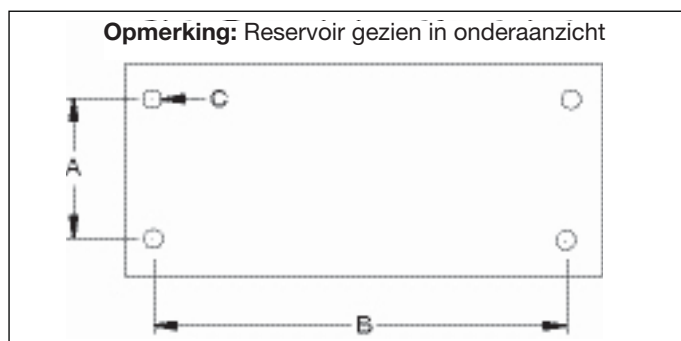

Figuur 2, ZU4 Ontluchttingsinstallatie
4.1 Ontluchttingsdop reservoir (zie figuur 2)
Controleer het oliepeil van de pomp vóór het opstarten; vul indien nodig olie bij door de SAE nr 10 plug uit de dekplaat te verwijderen (zie figuur 2). Het reservoir is vol wanneer het oliepeil is zoals weergegeven in Figuur 4.